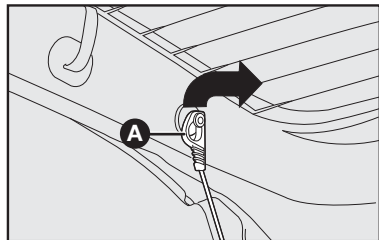

fig. 95
1) Soltar as extremidades superiores **A-fig. 95** dos dois tirantes, desprendendo as argolas dos pinos.